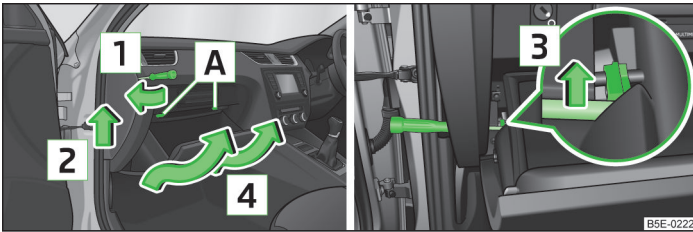

Abb. 208 Ablagefach auf der Beifahrerseite: Rechtslenker
- › Einen Schraubendreher unter die Seitenabdeckung einschieben » Abb. 208.
- › Das Ablagefach hinter die Halterungen **A** einziehen » Abb. 208.